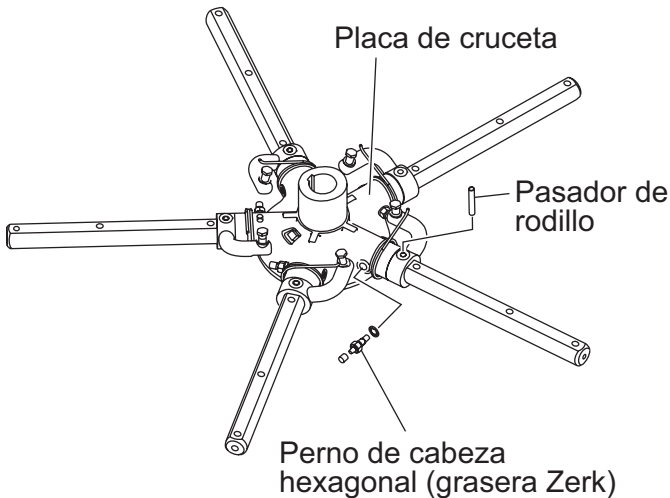

Figura 46. Quite la grasera Zerk y el pasador de rodillo
2. Cada brazo de alisadora se mantiene en posición en la placa de la cruceta por medio de un perno de cabeza hexagonal (grasera Zerk) y un pasador de rodillo. Quite el perno de cabeza hexagonal y el pasador de rodillo de la placa de la cruceta (Figura 46).